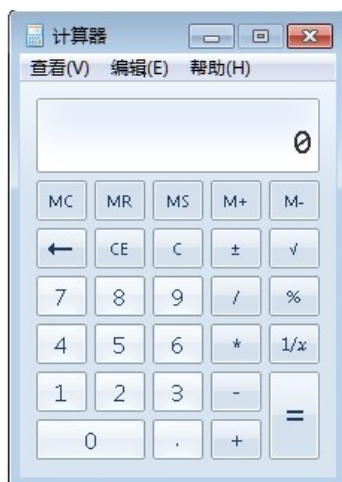

图 10.5 Windows 7 自带的计算器
- 24) 打开系统自带的计算器工具，如图 10.5 所示。